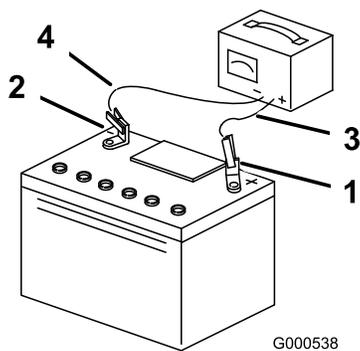

Bild 31
3. Ziehen Sie, wenn die Batterie voll geladen ist, den Stecker des Ladegeräts aus der Dose. Klemmen Sie dann die Klemmen des Ladegeräts von den Batteriepolen ab (Bild 31).